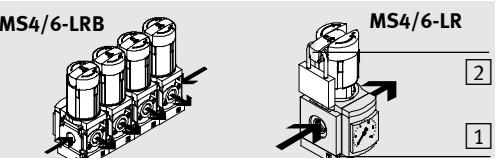

Bild 1/Fig. 1
Bestimmungsgemäß regeln das Filterregelventil MS4/6-LFR und das Druckregelventil MS4/6-LR(B) Druckluft im nachfolgenden Strang auf den eingestellten Arbeitsdruck. Dabei glättet das MS4/6-LFR/LR(B) Druckschwankungen. Das MS4/6-LRB ermöglicht die Druckeinspeisung auf beiden Seiten (→ Bild 1). Das Filterregelventil MS4/6-LFR und der Filter MS4/6-LF mit Zentrifugalabscheidung entfernen Schmutzpartikel und Kondensat, der Fein-/Feinstfilter MS4/6-LFM Schmutzpartikel und Ölträpfchen, der Aktivkohlefilter MS4/6-LFX gasförmige Ölbestandteile und der Wasserabscheider MS6-LWS Kondensat aus der durchgeleiteten Druckluft.